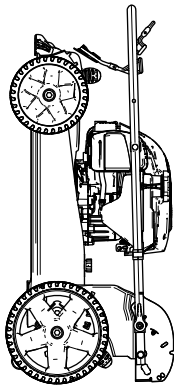

Figura 25
6. Levante la parte delantera de la máquina con el manillar y llévela al lugar de almacenamiento (Figura 25).